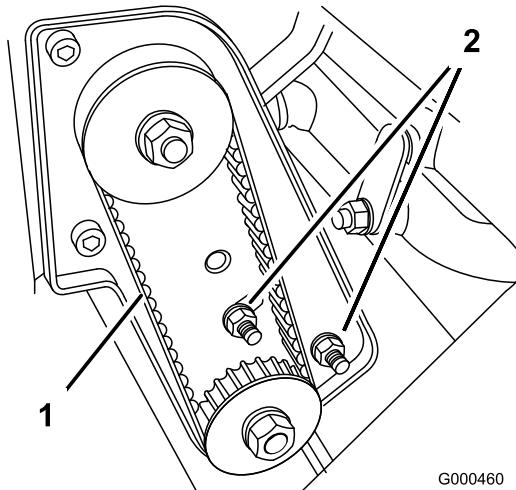

Figura 36
- Allentate i dadi di montaggio della sede del cuscinetto (Figura 36).
- Serrate i dadi di montaggio della sede del cuscinetto (Figura 36). Non tendete eccessivamente la cinghia.